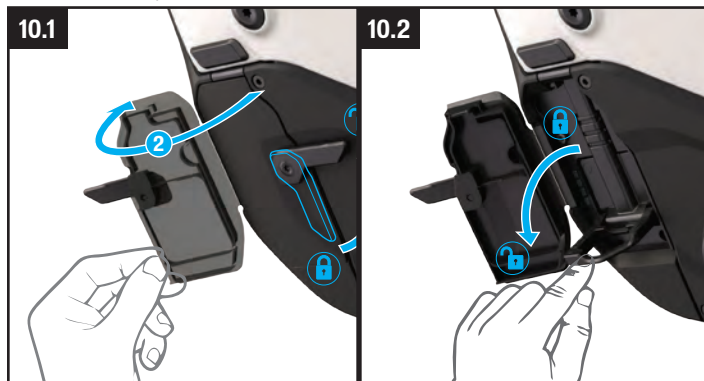

Fig. 10.1
- Installeer de stekker opnieuw in de aansluiting, draai de hendel naar de gesloten positie en sluit de afdekkap om de laadaansluiting tegen water en vuil af te dichten (Fig. 10.1).